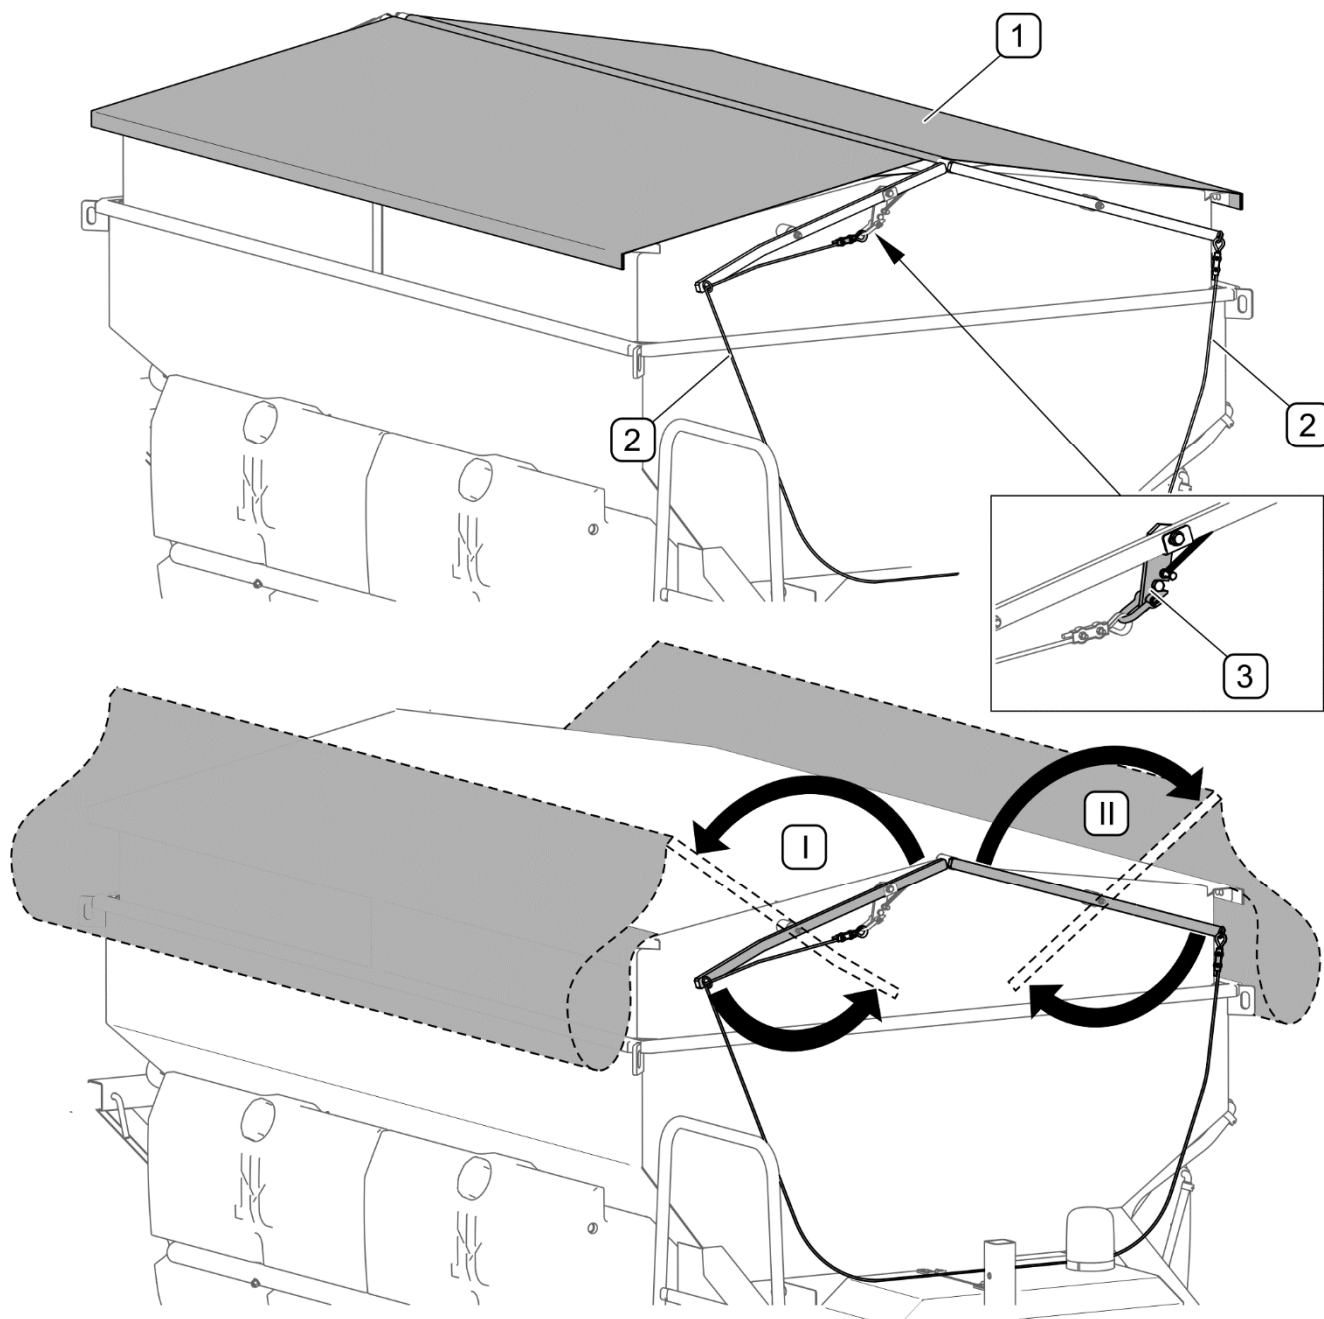

РИСУНОК 4.15 Закрытие тента бункера
- придержать лестницу (1) и вынуть страховочный шплинт (3),
- опустить лестницу (1) вниз.
При помощи тросика разблокировать собачку (3) и скатать тент при помощи рычага каркаса. Очередность закрытия и раскрытия (I) - (II) представляет (РИСУНОК 4.15).
материала. При загрузке необходимо использовать погрузчик или конвейер. Необходимо стремиться к равномерному размещению груза в бункере, поскольку это обеспечивает необходимую устойчивость разбрасывателя. Следует избегать сбрасывания груза с большой высоты. После загрузки нужно закрыть бункер тентом (РИСУНОК 4.15) и проверить правильность блокировки собачки (2).